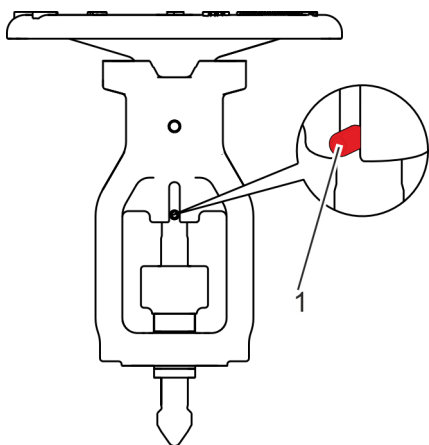

Fig. 25: Quitar el bonete
14. ➤ Extraiga del husillo el mecanismo anti-giro (Fig. 25/1) con una herramienta de desmontaje.